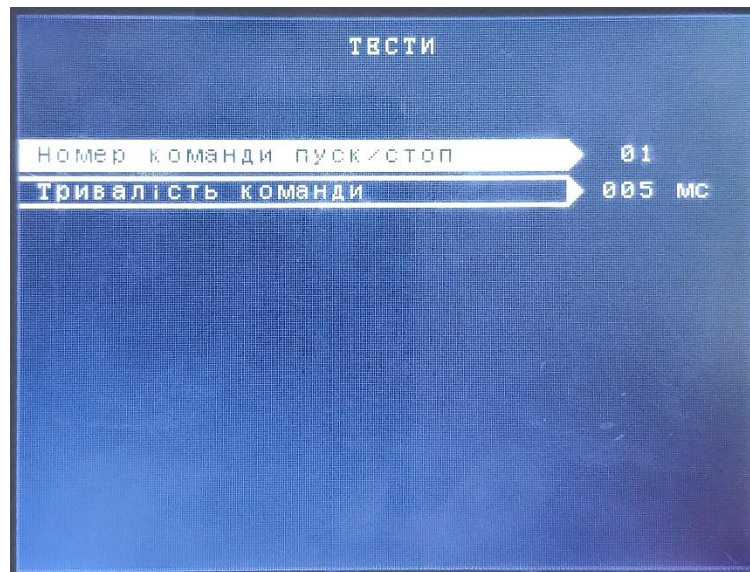

Рисунок 23 – Підрозділ «Формування команд в імпульсному режимі»
3.4. «Формування команд в імпульсному режимі» - підрозділ призначений для тестового формування імпульсних аварійних команд, а також виводу рівня сигналу на виході (див. рисунок 23).